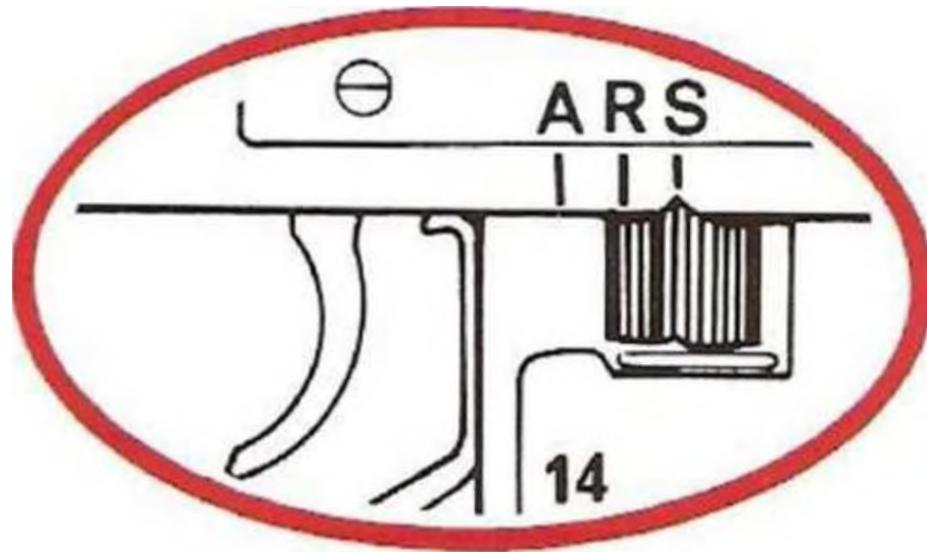

Рисунок 4.17 – Установка перемикача вогню в положення “S” (безпечне)
3) установіть перемикач вогню в положення “S” (безпечне) (рисунок 4.17).